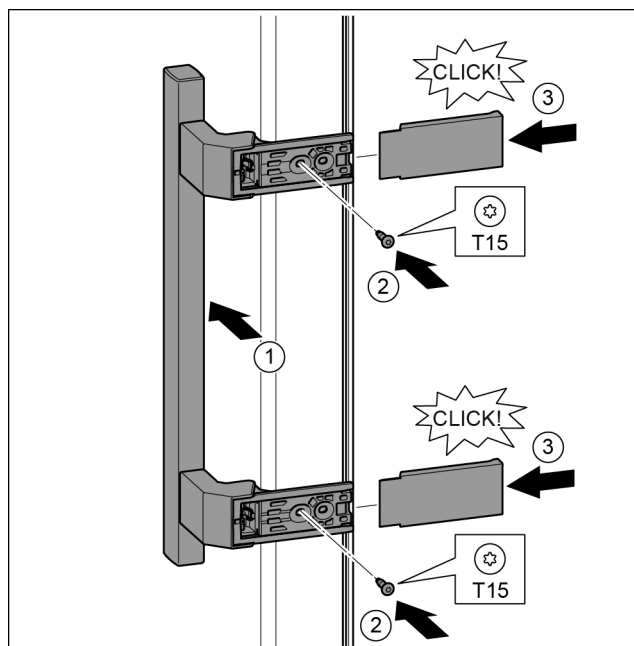

Fig. 34
- ▶ 将把手放到反面。 Fig. 34 (1)
- ▶ 用 T15 螺丝刀拧紧螺钉。 Fig. 34 (2)
- ▶ 将盖板放置到侧面并插入。 Fig. 34 (3)